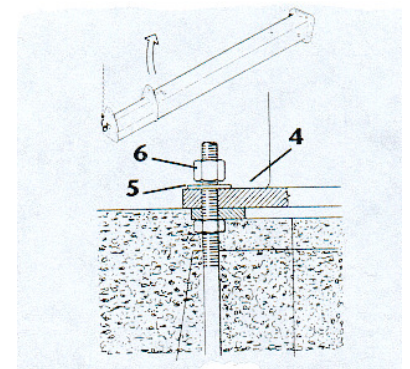

Fig.27
3. Relever le fut verticalement, avec un appareil approprié, et positionnez le sur les tirants de fondation (fig. 27).